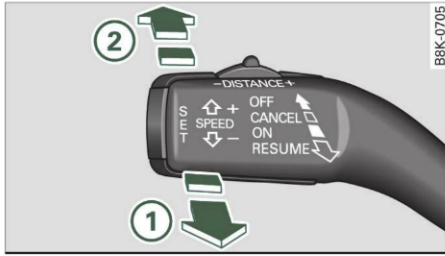

Fig. 106 Maneta de comandă: Activarea/dezactivarea sistemului
- Trageți maneta în poziția ① ⇒ fig. 106, pentru a activa sistemul.
- Apăsați maneta în poziția ②, pentru a dezactiva sistemul. ■